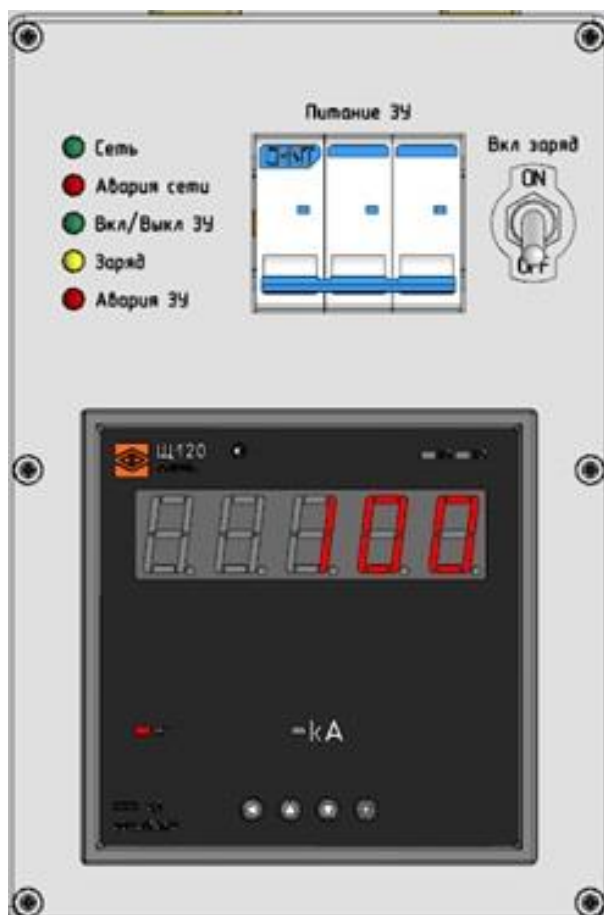

Рисунок 2 – Лицевая панель модуля измерения и управления
4.3 На лицевой панели модуля измерения и управления ШБНИ. 301122.037 расположены (рисунок 2):